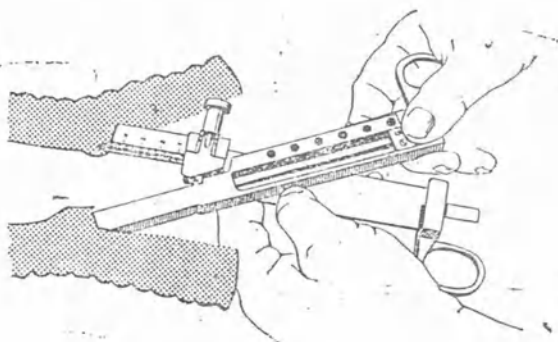

Рис. 8. Сведение губок швистеля
7.1.2. Соединить упорную и скобочную половины шователя и, сводя ручки, сомкнуть их до фиксации кремальной (рис. 8).